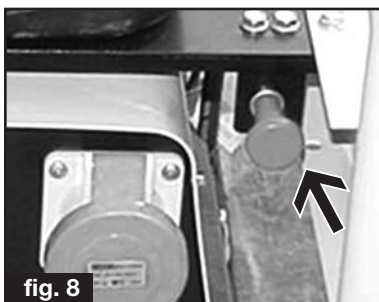

fig. 8
2) Versie W230: Trek aan de knop op het bedieningspaneel (zie fig.8); wacht tot de motor volledig is gestopt; zet de sleutel weer in de stand "OFF"..